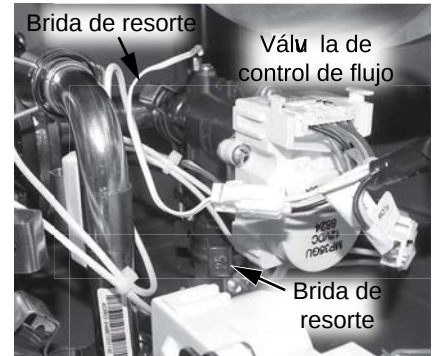

Figura 219 - Ubicación de la válvula de control de flujo.
Para desconectar las conexiones “Inlet” y “Flow”, use un alicate de punta fina para presionar suavemente la lengüeta del conector mientras separa las conexiones. Consulte la Figura 219.
17 Retire las dos (2) bridas de resorte (tamaño 25) que fijan la válvula de control de flujo al sistema de tuberías. Deje las bridas de resorte un lado en un lugar seguro para volver a instalarlas. Consulte la Figura 219.
21 Ubique las dos (2) bridas de resorte que se retiraron anteriormente en el **Paso 17**. Instale bridas de resorte en la válvula de control de flujo para fijarla a las conexiones de las tuberías. Consulte la Figura 219. Verifique que las conexiones de agua estén apretadas y que no tengan fugas.